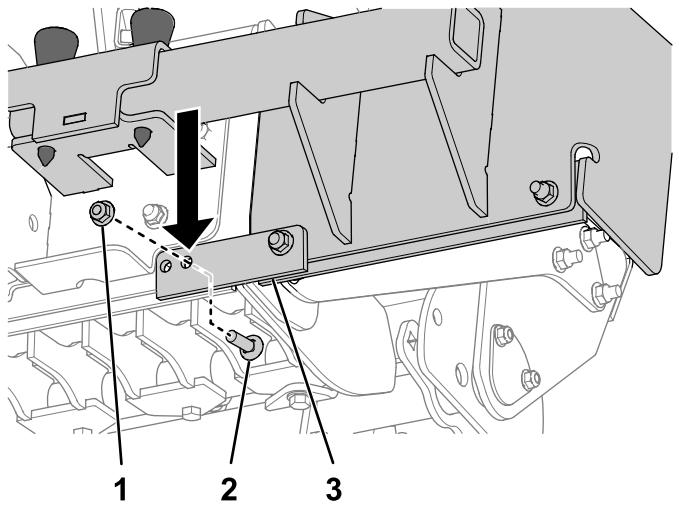

図 3
- グレーダボックスの図3の位置にあるキャリッジボルトとロックナットを外す。
外したボルトとロックナットを使用して、プレートバッカーをグレーダボックスに固定する図3。左側ボックスブレード延長部にも同じ作業を行う。